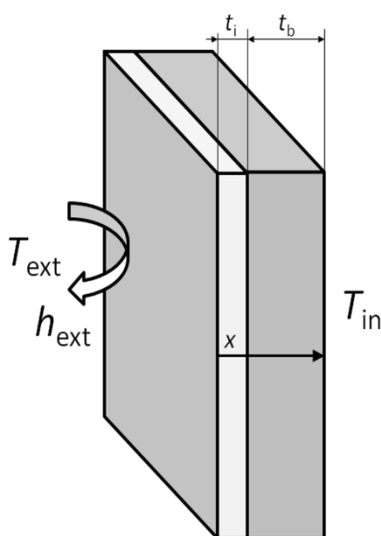

Fig. 1
- 1) Le pareti esterne di un edificio sono costituite da uno strato di mattoni (conduttività termica $k_b = 0.55 \text{ W/m/K}$) rivestiti esternamente da uno strato di isolante (conduttività termica $k_i = 0.04 \text{ W/m/K}$), con uno spessore rispettivamente di $t_b = 25 \text{ cm}$ e $t_i = 10 \text{ cm}$ (vedi Fig. 1). Si richiede di calcolare e rappresentare graficamente la distribuzione 1D di temperatura attraverso la parete nella stagione invernale, quando la superficie interna della parete è pari a $T_{\text{in}} = 20^\circ\text{C}$ e la superficie esterna sperimenta convezione con l'aria a $T_{\text{ext}} = -5^\circ\text{C}$ (coefficiente di scambio termico $h_{\text{ext}} = 25 \text{ W/m}^2/\text{K}$). Poi si richiede di calcolare (e rappresentare) le perdite termiche attraverso la parete in funzione della conduttività dello strato di isolante, facendolo variare dal valore k_i a k_b .